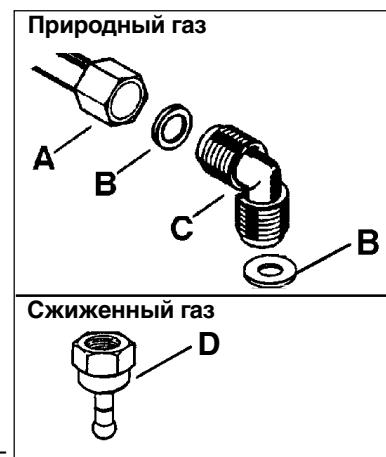

Рис. 5
**ВАЖНО** - Для обеспечения правильной работы, экономии энергии и длительного срока службы прибора, напряжение питания и давление газа должны соответствовать рекомендованным величинам. Регулируемое колено крепится к трубе газовой магистрали при помощи гайки G 1/2". Вставьте между деталями уплотнение, как показано на Рис. 5. Привинтите части без затягивания, отрегулируйте штуцер в требуемом направлении и затяните все соединения.
**Сжиженный газ:** используйте резиновый трубодержатель «D» (Рис. 5). Всегда устанавливайте прокладку «B». Затем приступите к подсоединению газа. Гибкий шланг должен соответствовать следующим требованиям:
- температура ни одной из его частей не должна превышать комнатную более, чем на 30°C; если при подключении гибкого шланга к вентилю он должен проходить за кухонной плитой, его необходимо установить, как показано на Рис. 5;